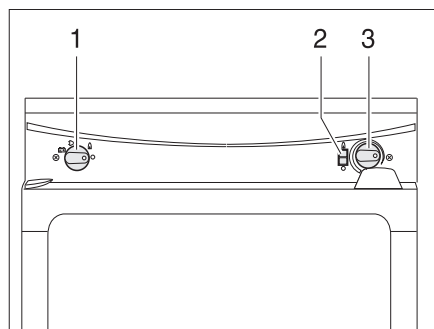

Fig. 131 Elementos de mando para el frigorífico (Thetford sin SES)
- Situar el selector de energía (Fig. 131,1) en la posición gas "🔥".
- Presionar el regulador giratorio (Fig. 131,3) y mantener pulsado. El suministro de gas está abierto. El encendido se realiza automáticamente. Se oye un sonido de tic-tac hasta que el proceso de encendido se haya llevado a cabo con éxito.
- Mantener pulsado el regulador giratorio (Fig. 131,3) hasta que el indicador de llama (Fig. 131,2) esté verde y soltarlo entonces. Al apagarse la llama, el aparato de encendido repite automáticamente el proceso de encendido.
- Situar el selector de energía (Fig. 131,1) en "○". El frigorífico está desconectado.
- Poner el selector de energía (Fig. 131,1) en funcionamiento con 230 V "⚡".
- Ajustar la temperatura de refrigeración con el regulador giratorio (Fig. 131,3).
- Situar el selector de energía (Fig. 131,1) a funcionamiento con 12 V "⊕-⊖".